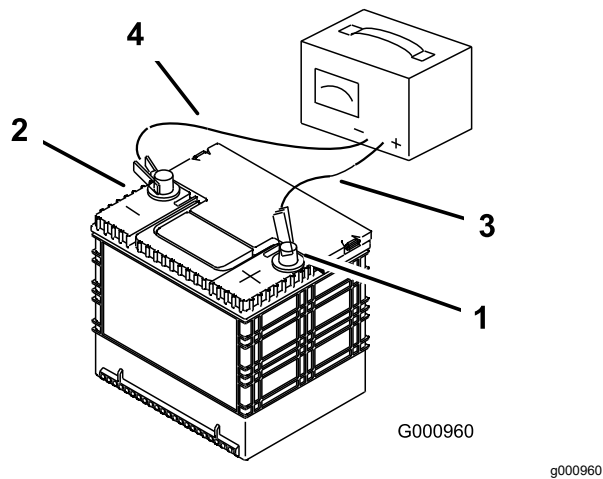

Рисунок 77
2. После полной зарядки аккумулятора отсоедините зарядное устройство от электророзетки, а затем отсоедините провода зарядного устройства от штырей аккумулятора (Рисунок 77).